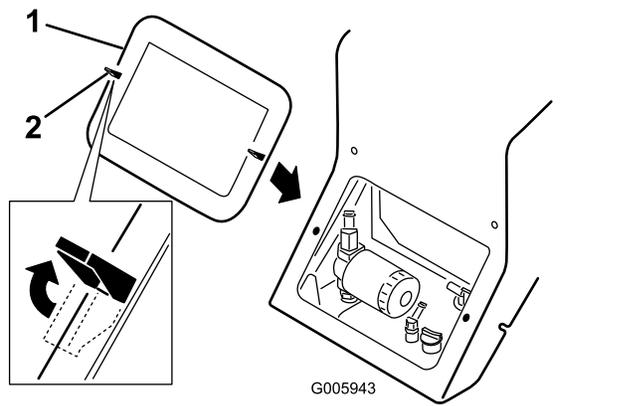

Figura 22
- Abra las dos pestañas de cierre (Figura 22, pestaña superior izquierda ilustrada.)